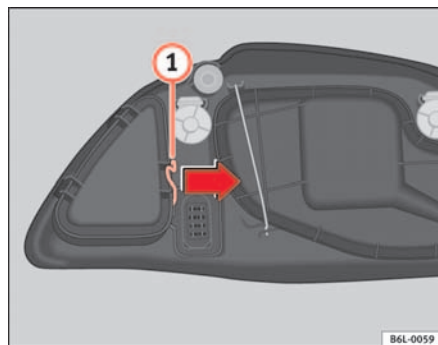

Fig. 144 Feux de position
- Déplacez le tirant (1) ⇒ fig. 144 dans le sens de la flèche puis retirez le cache.